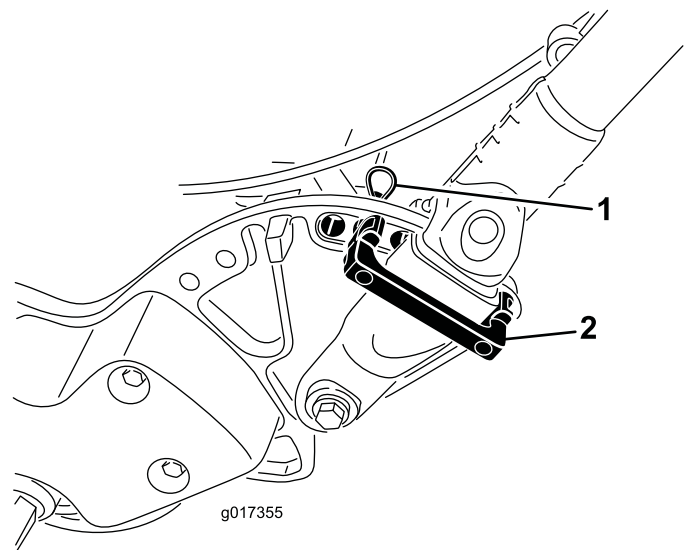

Bild 7
1. Stützen Sie den Griff ab und nehmen Sie gleichzeitig die Kabelbinden ab, mit denen die Griffklemmen an den Seitenplatten befestigt sind (Bild 7).
2. Drehen Sie den Griff in die gewünschte Einsatzposition; setzen Sie eine Griffbefestigung über die Griffklemmen und in die entsprechenden Löcher in der Seitenplatte ein (Bild 7).
3. Arretieren Sie die Klemme mit einem Splint (Bild 7).